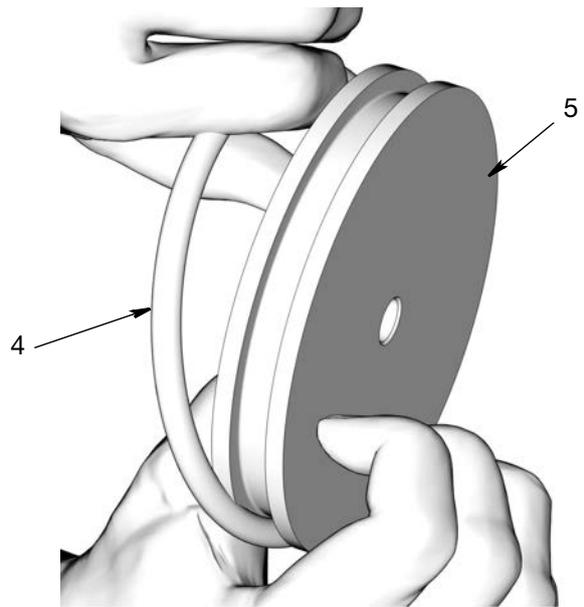

FIG. 24
- c. Saque la junta tórica (4) del pistón (5) (FIG. 24).